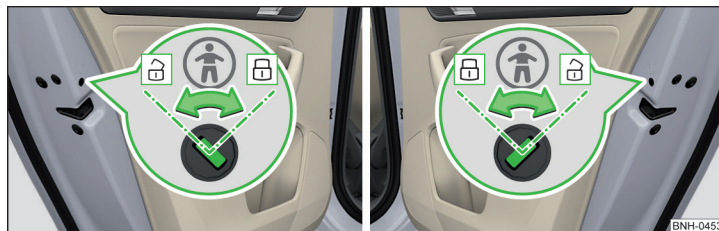

Fig. 47 Portiera spate: Activarea/dezactivarea siguranței pentru copii
- Pentru **activare**, rotiți siguranța cu cheia în poziția  » fig. 47.